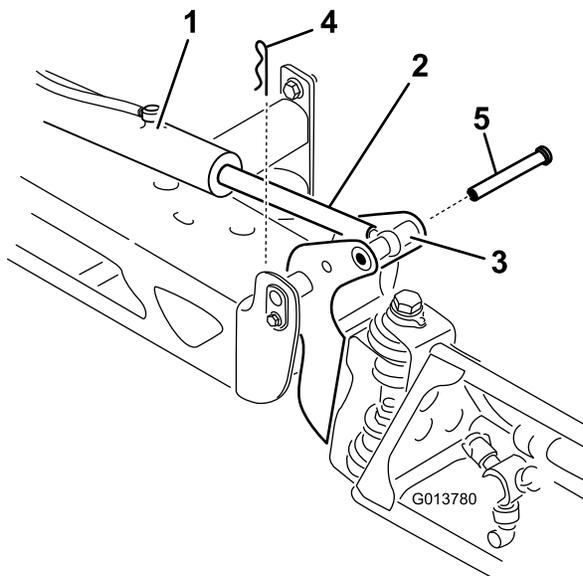

图58
2. 从枢轴销 图58上拆下开口销。
3. 向上提起喷洒臂拆下柱销 图58然后将喷洒臂慢慢放到地面上。
- 支撑住喷洒臂将柱销插入喷洒臂枢轴和提升器杆 图58。